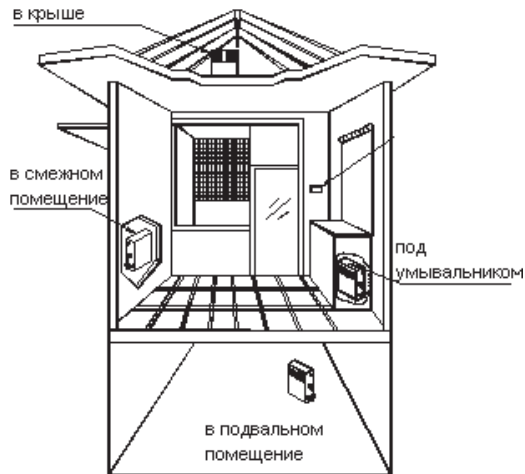

Рисунок 5.
- Пульт управления должен быть установлен не ниже 1,2 м от пола за пределами парной. Сначала просверлите отверстие диаметром 16 мм на месте установки. Протяните провод пульта управления и провод датчика температуры через трубопровод, а затем подключите провод управления к черному / белому разъему (4-контактный). Затем приклейте заднюю панель пульта к стене (см. рисунок 5).